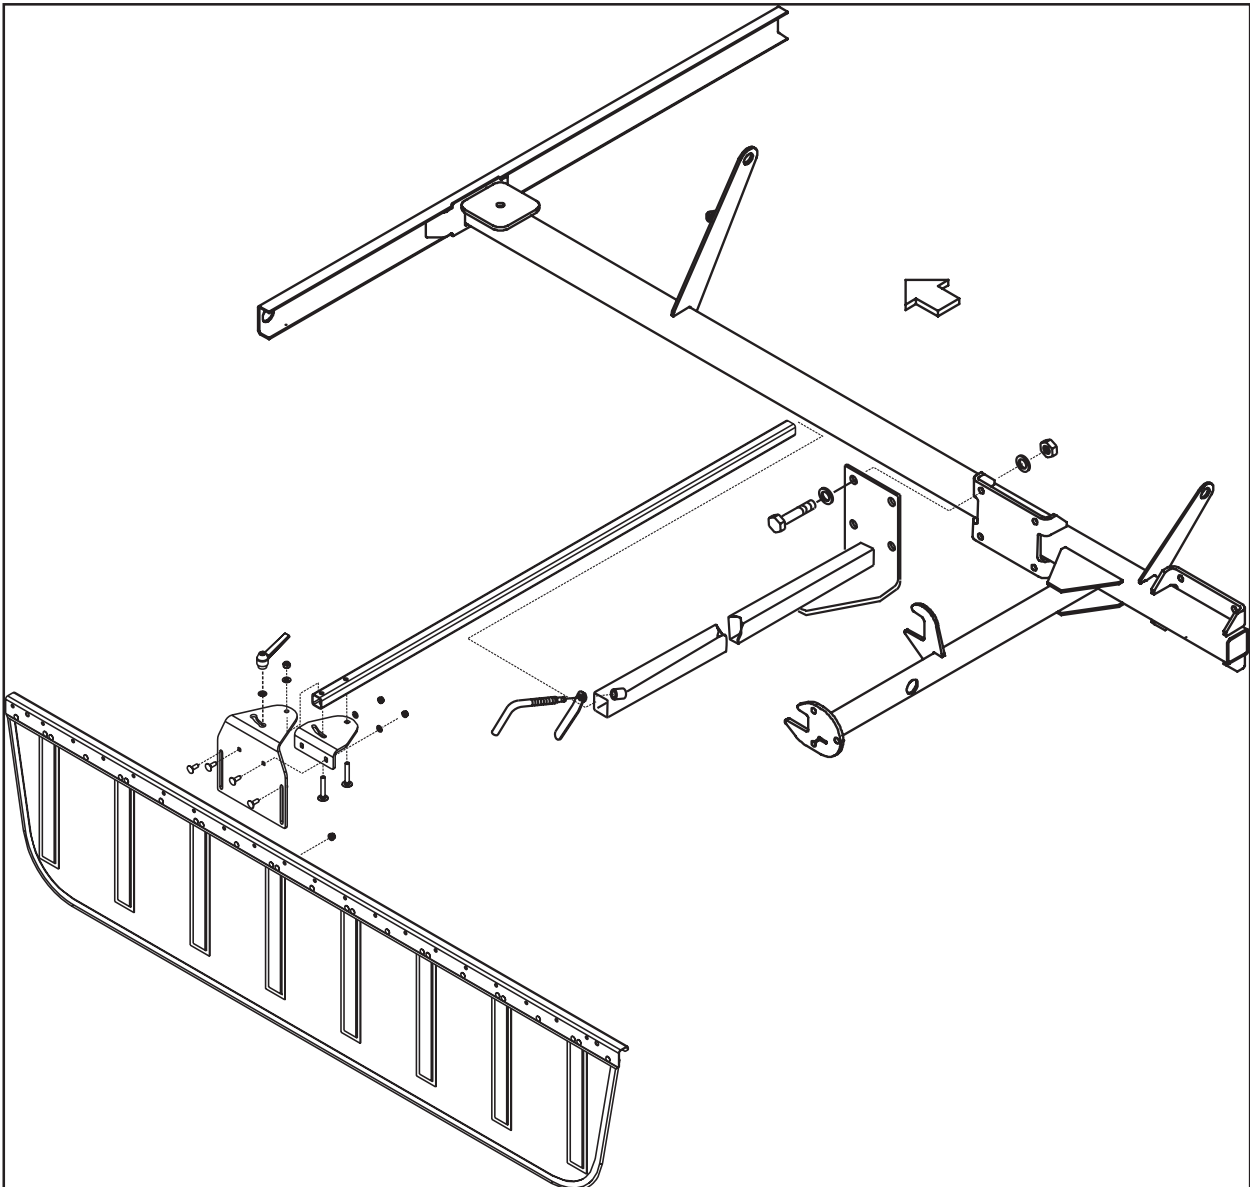

Bild 3-28
Vormontierten Schwadformer (F) am Schutzrahmen mit Anbauteilen aus dem Beutel T montieren (Bild 3-28).